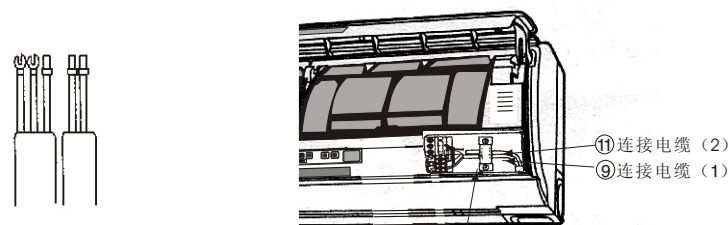

图 17 电线压板
(2) 电线连接顺序
- 分别按不同的线色充分插入相应规定的端子孔内并牢牢固定，如图 17 及图 18 所示。（紧固力矩 5kgf·cm）